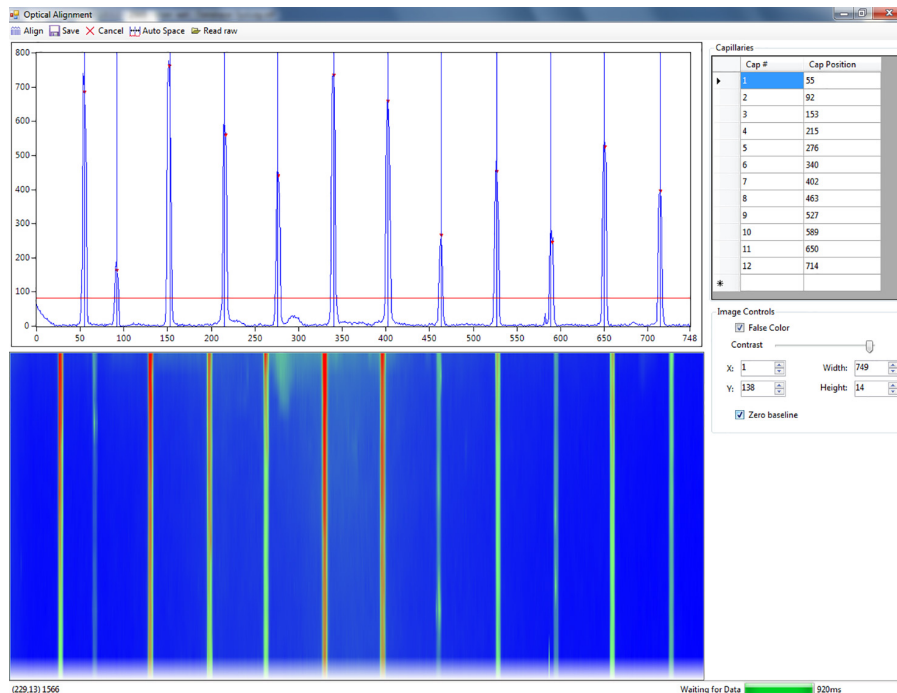

Figure 22 Fenêtre contextuelle d'alignement des capillaires en temps réel (l'exemple correspond à 12 capillaires)
Cela entraîne l'ouverture de la vue en temps réel de la fenêtre *Capillary Alignment* (Alignement des capillaires) (**Figure 22**).
- 7 Ajustez la ligne de base rouge visible dans la **Figure 22** jusqu'à ce qu'un point rouge apparaisse au-dessus de chaque pic de capillaire. Cela permet de déterminer quels pics de capillaires sont sélectionnés. Il est important de s'assurer que cette ligne rouge se trouve au-dessus de la ligne de base.